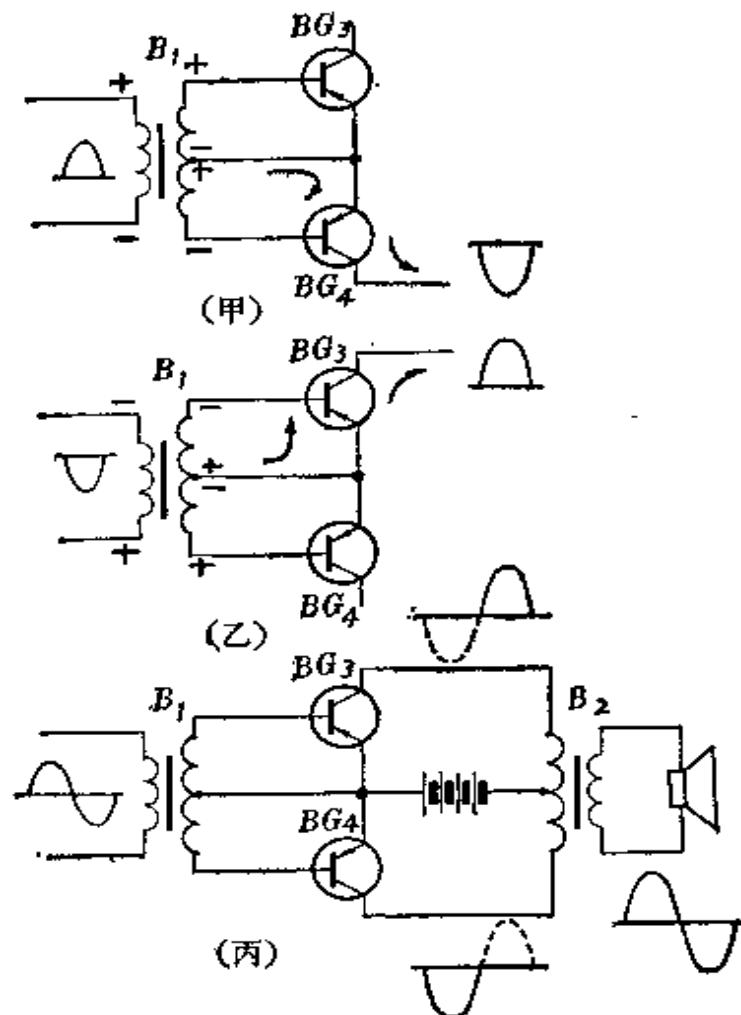

图 7-4
(1) 单管功率放大器。第五章的二管机和第六章的三管机的最后一级都是单管功率放大器。这种功率放大器三极管放大区域很有限，输入信号强了放大就容易失真。而且放大器的偏流要调得很大，无输入信号时仍然要消耗大量的直流电能，效率很低。单管功率放大器一般只适合于二、三管收音机。
(2) 推挽功率放大器。推挽功率放大器是由两只参数相同的三极管组成的放大电路，由这两只管子合作进行放大，图 7-4 是推挽功率放大器的原理图。
当输入信号在正半周时（上正下负）， BG_3 基极为正，发射极为负，加的是反向电压，因此 BG_3 不工作；而 BG_4 的情况恰好相反，基极为负，发射极为正，加的是正向偏压，因此 BG_4 工作。它将输入信号的正半周放大，在集电极输出一个放大的负半周信号，如图7-4(甲)所示。
当输入信号在负半周时（上负下正），情况与信号处在正半周时恰好相反。 BG_4 不工作， BG_3 把输入信号的负半周放大，并在集电极输出一个放大的正半周信号，如图7-4(乙)所示。
这样，输入信号变化一周，两只三极管轮流工作了一次。它们把放大的两个半波衔接起来，便在输出变压器 B_2 上得到了一个完整的输出波形，如图7-4(丙)所示。这就象两个人合作拉锯一样。两只三极管一推一拉互相协作地进行工作，所以称为“推挽”放大。